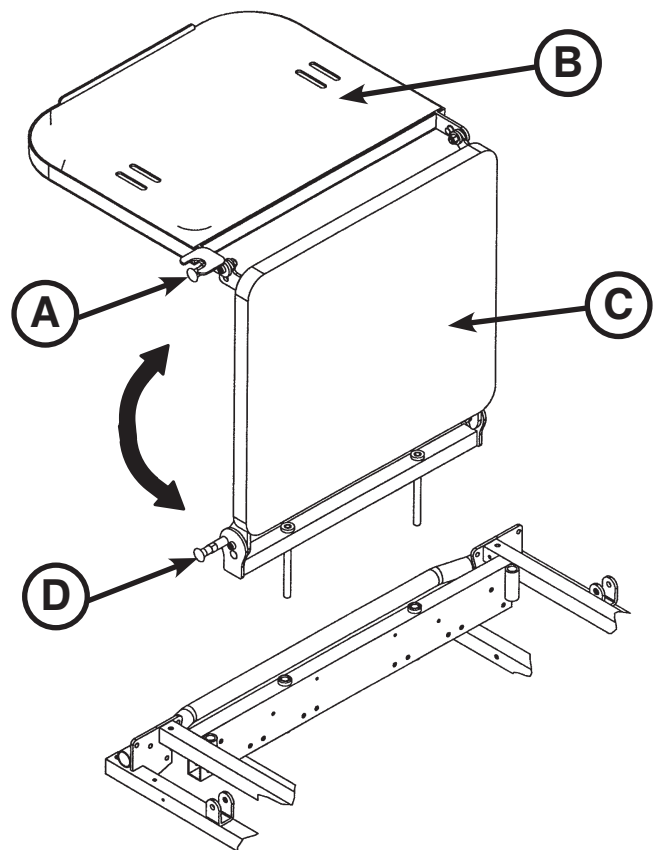

Abbildung 9.2: Bettverlängerung/
Zum Gebrauch als Defibrillator-Tablett den oberen Knauf (A) herausziehen und das Tablett (B) über die Bettverlängerung (C) drehen, bis sich das Tablett flach über dem Fußende des Stretchers befindet, wie in Abbildung 9.2 dargestellt.
Zum Gebrauch als Bettverlängerung den Knauf (A) herausziehen und das Defibrillator-Tablett zurückdrehen, bis es an der Bettverlängerung (C) einrastet. Den Aufbau festhalten und den unteren Knauf (D) herausziehen, um die Bettverlängerung abzusenken, bis sie flach aufliegt, wie in Abbildung 9.2 dargestellt.